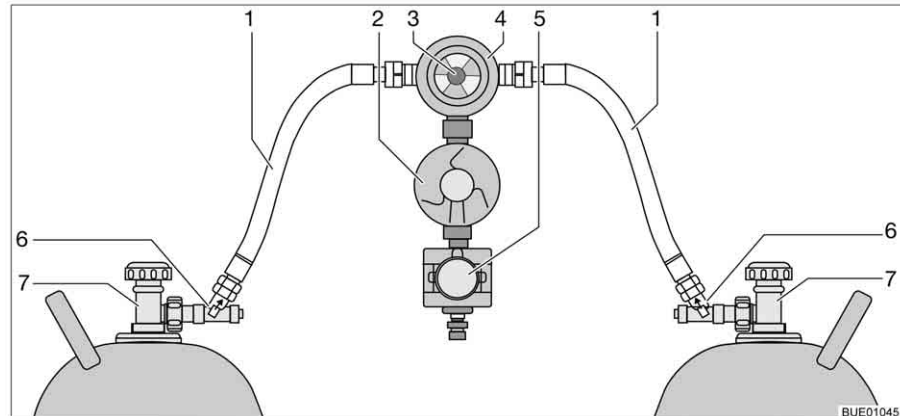

Bild 154 Crash-Protection-Unit-Umschaltanlage
Die Crash-Protection-Unit besteht aus zwei Durchflussbegrenzern mit manueller Entriegelung (Bild 154,6), einem Umschaltventil (Bild 154,4) mit Druckregler (Bild 154,2), einem Elektroventil (Bild 154,5) und der Bedieneinheit mit dreifarbigem LED. Das Umschaltventil ist zwischen den beiden Gasschläuchen (Bild 154,1) montiert.
Mit dem Drehknopf (Bild 154,3) am Umschaltventil lässt sich bestimmen, welche der Gasflaschen als Betriebsflasche und welche Gasflasche als Reserveflasche verwendet wird.
An der Bedieneinheit (Bild 155) können nur die elektrischen Funktionen geschaltet werden. Die Haupt-Absperrventile der Gasflaschen (Bild 154,7) und die Entriegelungen (Bild 154,6) müssen von Hand geöffnet werden.
- Haupt-Absperrventile an den Gasflaschen (Bild 154,7) öffnen.
- Entriegelungen (Bild 154,6) nacheinander 10 Sekunden lang drücken.
- Mit dem Drehknopf (Bild 154,3) am Umschaltventil (Bild 154,4) die Gasflasche wählen, der vorrangig das Gas entnommen werden soll (Betriebsflasche).
- Haupt-Absperrventile an den Gasflaschen (Bild 154,7) schließen.